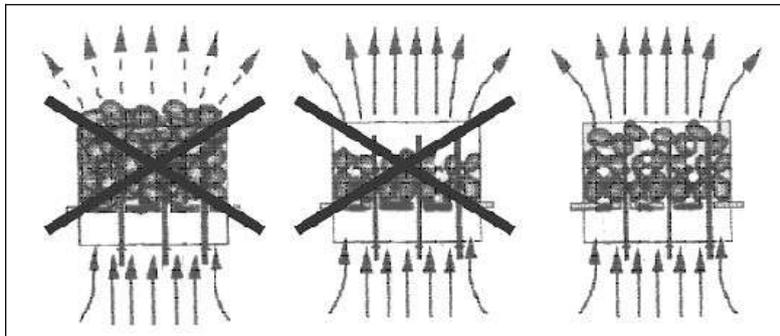

Figura 8: (PILOTAMIENTO DE LA PIEDRA DE LA SAUNA)
- Las piedras no deben colocarse ni demasiado apretadas ni demasiado sueltas. Las piedras deben cubrir el elemento calefactor en un nivel medio (véase la figura 8).